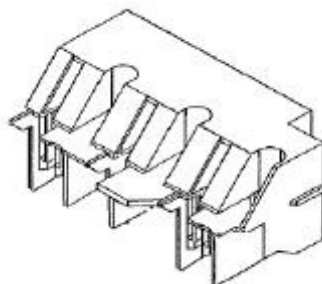

Figura 6-1: Supressor de arco
9. Remova o supressor de arco (ver Figura 6-1) do interruptor, soltando o suporte que fixa o supressor.